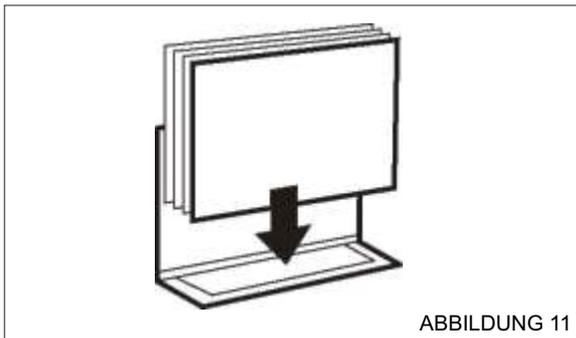

ABBILDUNG 11
4. Bringen Sie den vorderen Halfback™-Einbanddeckel in eine L-Form, indem Sie den Deckel entlang der Falzlinie falten, die dem Deckelrand am nächsten liegt. Legen Sie dann die Dokumentenseiten mit der Seitenkante so auf die kurze Seite (den Rücken), dass sie auf dem noch ungeschmolzenen Klebstoff sitzen. Legen Sie anschließend den hinteren Einbanddeckel ein (siehe Abbildung 11).